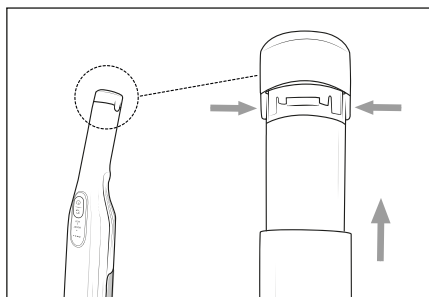

Fig. 10
- ♦ Para desmontar la batería ❶ del aparato, mantenga pulsados los dos botones de desencastre de la batería ❷ y tire de la batería ❶ para extraerla del aparato (consulte la fig. 10).